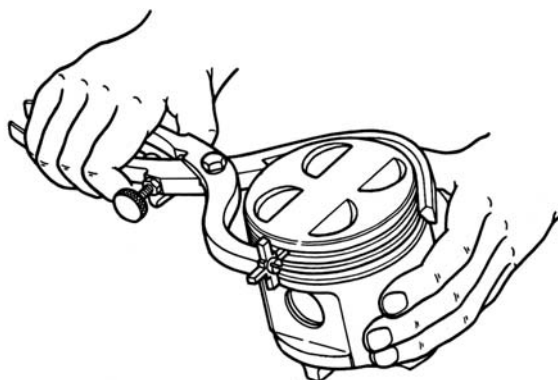

Рис. 3.1.62. Очистка нагара в канавках поршней при помощи приспособления
– очистить днища поршней и канавки для поршневых колец от нагара (рис. 3.1.62).